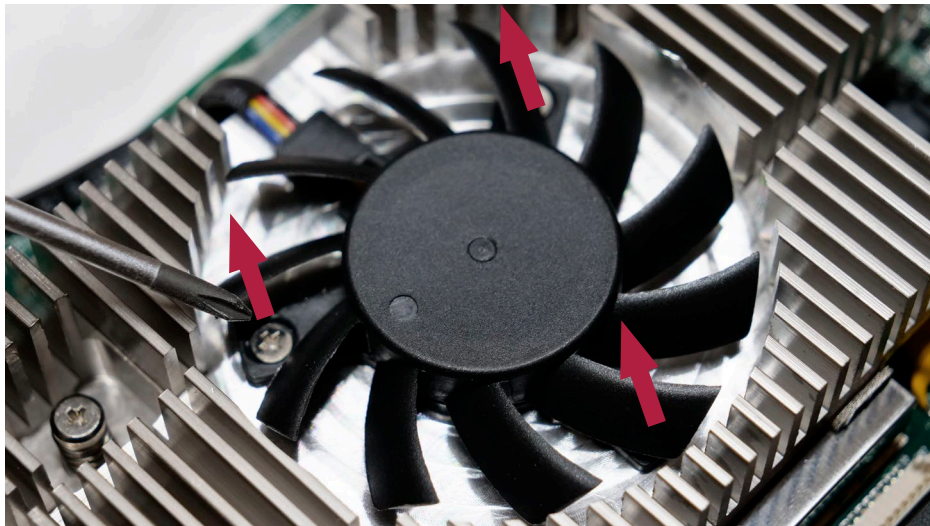

図24 ファンからネジを取り外す
b) ファンを所定の位置に固定している 3 本のネジを緩めます (図 24 を参照)
- f) ファンを所定の位置に固定する3本のネジ（最大トルク0.3Nm）を挿入して締めます（図24を参照）